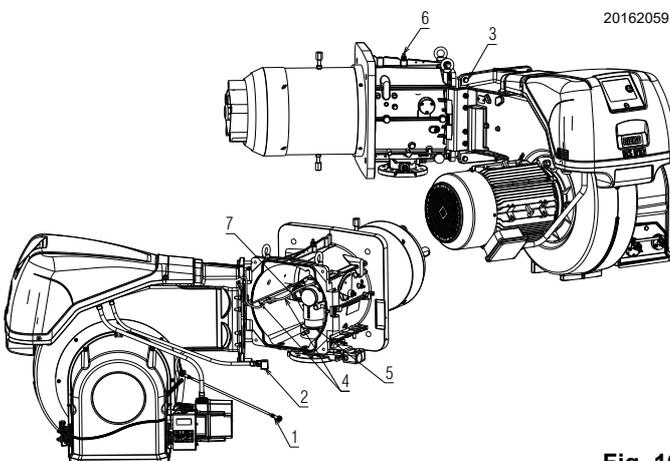

Fig. 16
- Décrocher le tirant 1)(Fig. 16) du levier de mouvement vanne papillon gaz, en retirant l'écrou.
- Ouvrir le brûleur sur la charnière comme la Fig. 16 le montre.